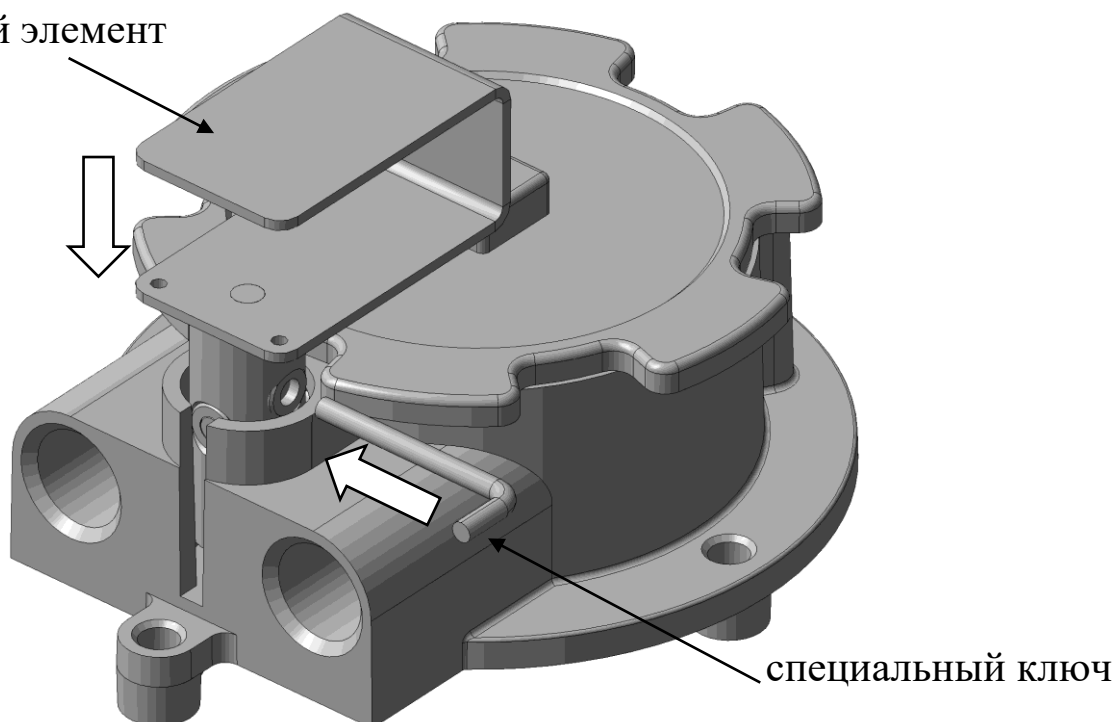

Рис. 2
1. В отверстие справа приводного элемента вставить специальный ключ и повернуть по часовой стрелке на 90° , рис.2;
2. Вставить приводной элемент до упора, рис.2 и вытащить специальный ключ.